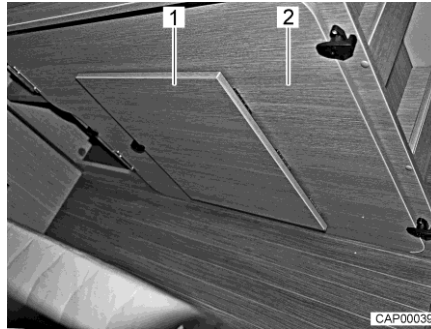

Fig. 44 Planche amovible sur le coffre de banquette de droite
- Retirer la planche amovible supplémentaire (Fig. 44,2) du coffre de banquette de droite à l'arrière.
- Déplier le repose-pieds (Fig. 44,1) de la planche amovible.